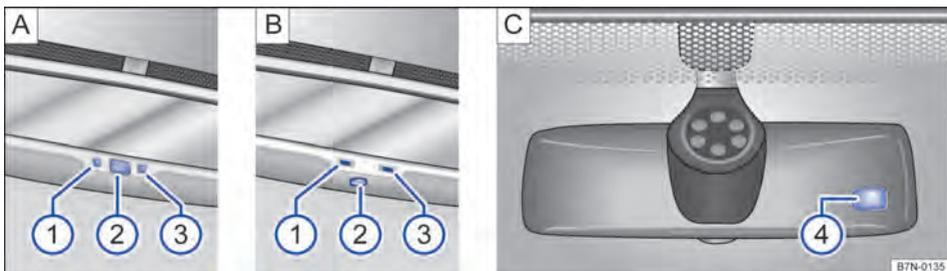

Fig. 89 No para-brisa: espelho retrovisor interno com antiofuscante automático.
Legenda para Fig. 89:
O antiofuscamento automático pode ser ligado e desligado com o interruptor no espelho retrovisor interno \Rightarrow Fig. 89 A 2 ou B 2. Com o antiofuscamento automático ligado, a luz de controle \Rightarrow Fig. 89 A 1 ou B 1 acende-se.
- Um sensor no lado que indica para o interior do veículo, que mede a incidência de luz por *trás* \Rightarrow Fig. 89 A 3 ou B 3.
- Um sensor no lado que indica para o para-brisa, que mede a incidência de luz pela *frente* \Rightarrow Fig. 89 C 4.